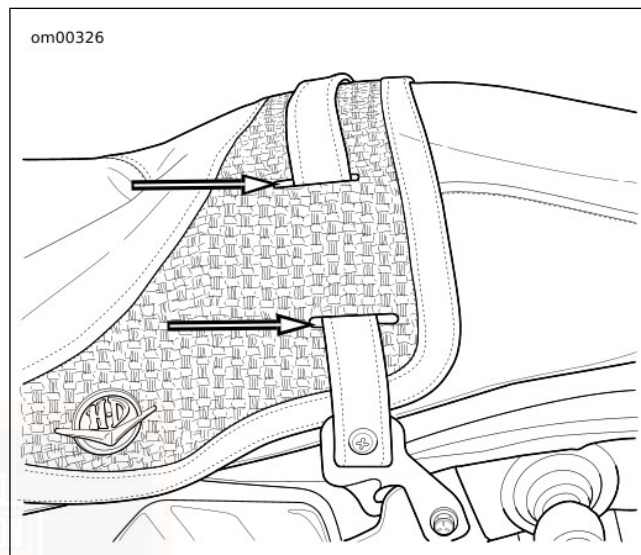

Figure 108. Fentes de sangle : FLHRC
4. **FLHRC** : Voir Figure 108. Tirer la sangle par les fentes de la selle pour la retirer.
4. **FLHRC** : Voir Figure 108. Installer la sangle par les fentes de la selle.